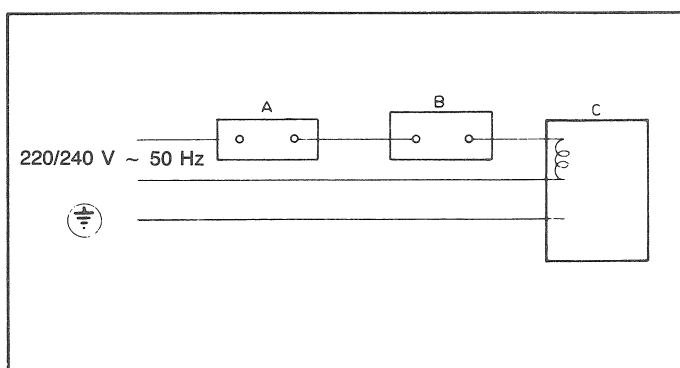

Fig. 1 V4400/V4410
4. Suivre les instructions fournies par le fabricant de l'appareil. En l'absence de ces instructions, se référer aux figures 1 et 2.
CÂBLAGE DES MODÈLES 220/240 V ~ 50 Hz (voir fig. 1)